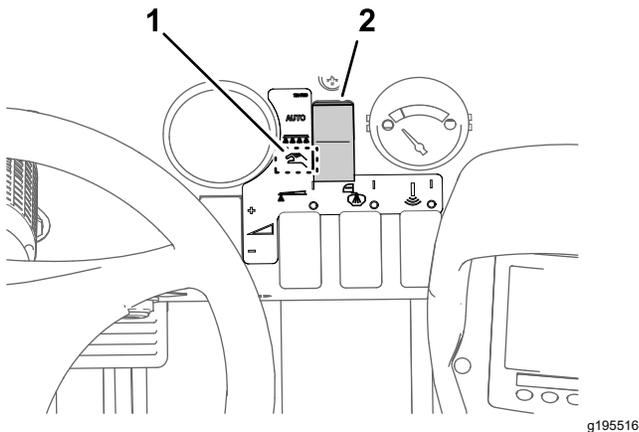

Bild 41
2. Stellen Sie die Taste für den Sprühmodus auf den manuellen Modus (Bild 41).